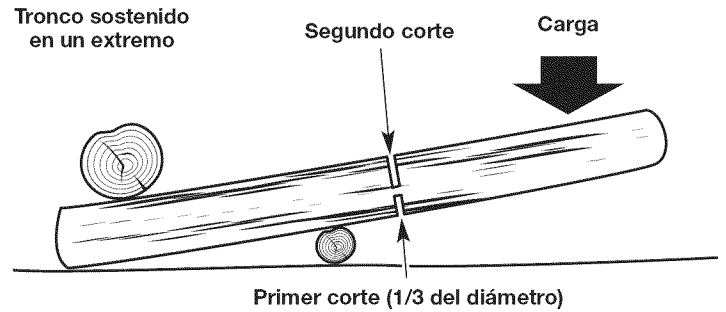

Fig. 17
- Si el tronco está sostenido en un extremo (Fig. 17), haga el primer corte desde el lado de abajo (tronzo desde abajo). Consulte *Tronzo desde abajo*.